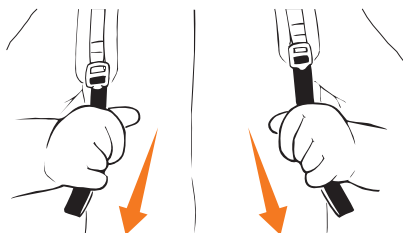

Рис. 7
- Для подтяжки ремней, потяните концы ремней вниз, чтобы затянуть их (Рис. 7).